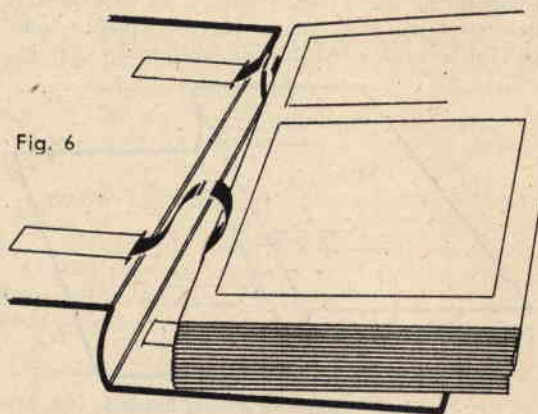

Fig. 6
f) inflare i nastri in acciaio flessibile negli «alveoli» dei «piatti» della copertina ed assestare i vari fascicoli (fig. 6).